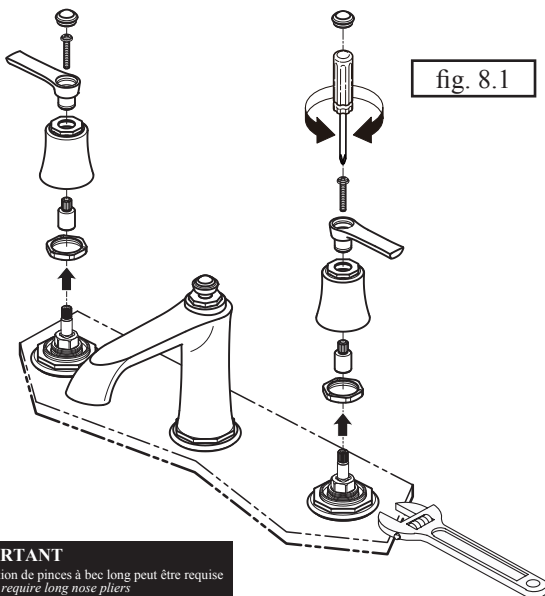

fig. 8.1
- Serrer la cartouche à l'aide d'une clé à molette (fig.8.1).
- Tighten the cartridge using adjustable wrench (fig. 8.1).